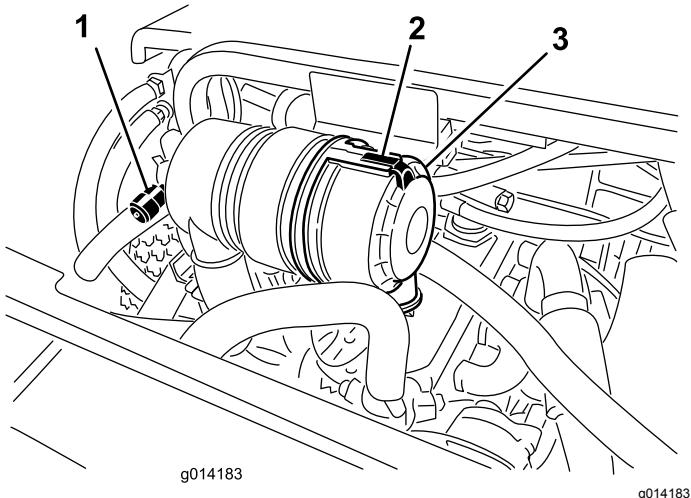

Figura 31
Faça a manutenção ao filtro de ar apenas quando o indicador de manutenção (Figura 31) o exigir. Mudar o filtro de ar antes de ser necessário apenas aumenta a possibilidade de entrar sujidade no motor quando retira o filtro.
- Liberte o trinco que fixa a cobertura do filtro de ar ao respetivo corpo (Figura 31).